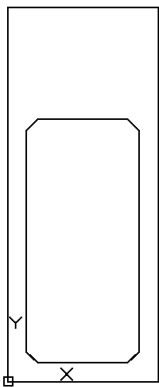

图 2-21 绘制第二个矩形
3) 在命令行执行 RECTANG 命令创建第二个矩形，如图 2-21 所示，第 2 个矩形具有 C15 大小的倒角。